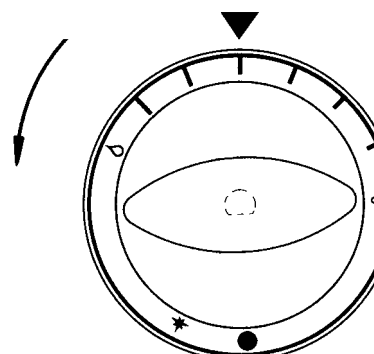

Abb. 3
die Bedienblende (12) abnehmen. Die Luftreglerbuchse des Brenners (24) komplett öffnen und die Düse (27) austauschen. Eventuell den Anschluss der Gaszufuhrleitung (13) ausschrauben, den Düsenhalter (17) ausschrauben und die Düse (27) austauschen. Alle Teile wieder montieren; die Luftreglerbuchse (24) je nach Gasart auf den in der Tabelle der TECHNISCHE DATEN angegebenen Abstand ("A") einstellen (Abb.3).
Nun den Drehschalter auf die gewünschte Temperatur drehen (Abb. 3).